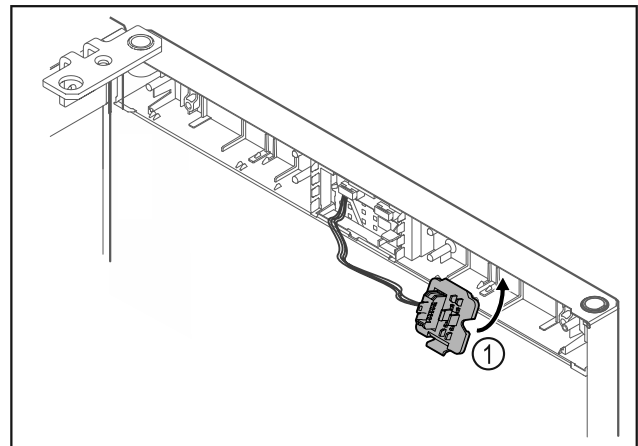

Fig. 16
- Uglavite držač utikača Fig. 16 (1) na suprotnu stranu.*